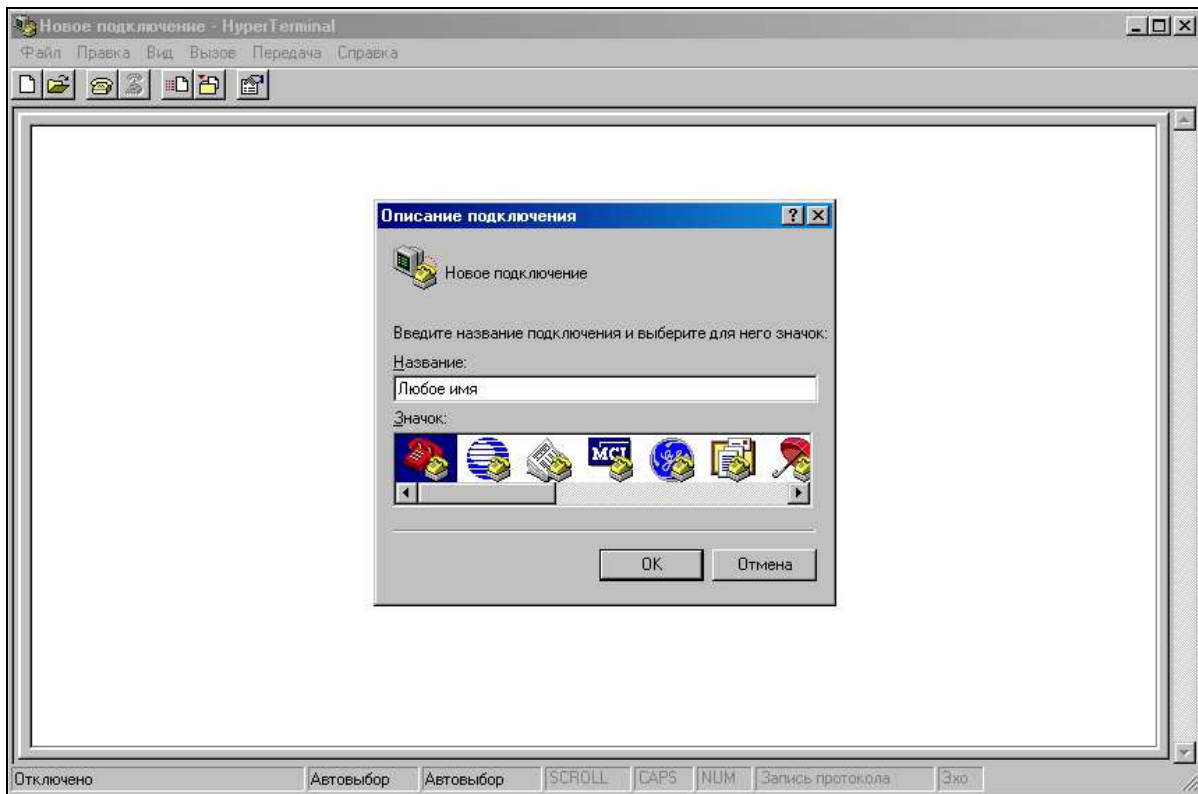

Рисунок 163
3.7.2.6.1 Перед соединением с блоком (КПИ «») требуется установить связь между модемами. Для этого необходимо запустить программу ОС Windows «Hyper Terminal» (меню «Пуск»→«Программы»→«Стандартные»→«Связь»→«Hyper Terminal») или аналогичную программу. Откроется диалоговое окно «Описание подключения». Следует задать любое имя и нажать кнопку «» (см. рисунок 163).